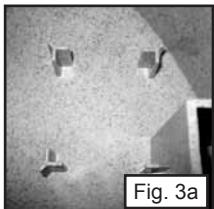

Fig. 3a
- 1) Sæt pumpen tilbage på dens plads imellem de tre søjler i højre side af drikkefontænen. Tryk forsigtigt ned for at aktivere sugekopperne. (Fig. 3a & 3b)